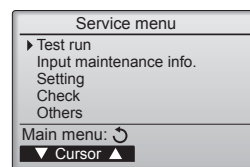

Fig. 8-1
- ① Välj "Test run" (Testkörning) från Servicemeny och tryck på [VÄLJ]. (Fig. 8-1)